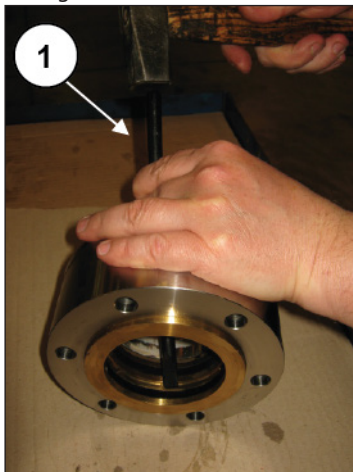
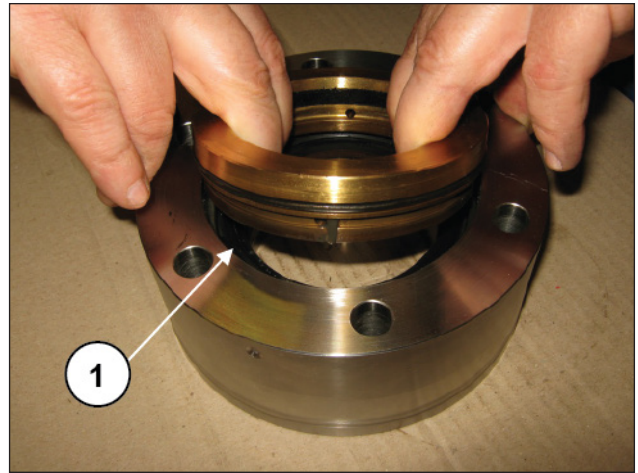

Abb. 212
Abb. 213
Ziehen Sie mit einem Kunststoffwerkzeug mit Schlagwerk die Dichtungshalterung (Pos. ①, Abb. 212 und Abb. 213).